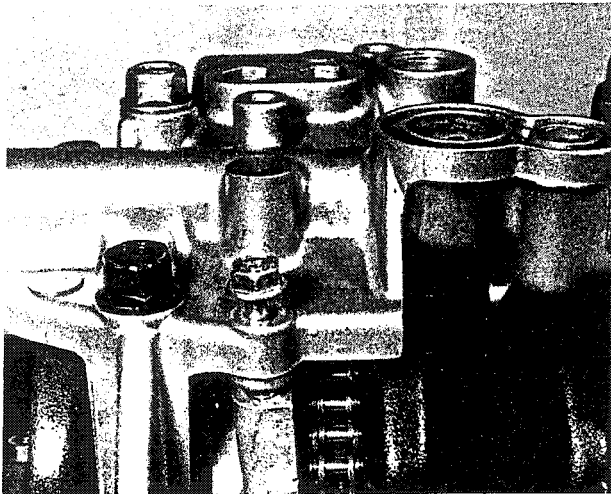

Bild 112
- Den Sitz des O-Ringes am Anschluss des Ölsaugrohrs prüfen und das Ölsaugrohr am Hauptlagerbock anbauen. Beim Einsetzen der hinteren Befestigungsschraube muss eventuell die Achse des Ausgleichsgewichtes durch Einführen eines Schraubendrehers im dafür vorgesehenen Schlitz leicht gedreht werden, damit der Ausschnitt in der Achse mit der Schraubenbohrung fluchtet. Die beiden Befestigungsschrauben der Kettenführung und die letzte 6-mm-Schraube des Hauptlagerbockes einsetzen. Diese Schrauben müssen bis zu einem Moment von 1,0 bis 1,4 kpm (10 bis 14 Nm) festgezogen werden (Bild 112).